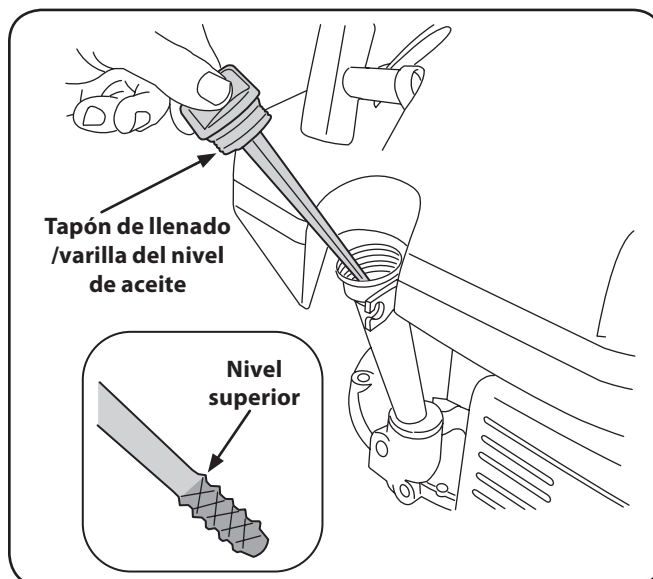

Figura 3-2
1. Retire el tapón de llenado de aceite/la varilla de medición y limpie la varilla de medición de aceite. Vea la Figura 3-2.
3. Saque el tapón / la varilla de medición de aceite. Si el nivel es bajo, agregue lentamente aceite hasta que el nivel registrado esté en un punto intermedio entre alto y bajo, Figura 3-2.
3. Si el nivel está bajo, agregue aceite lentamente hasta el límite superior de la varilla de medición. Vea el recuadro de la Figura 3-2.